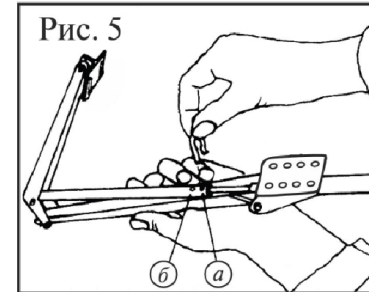
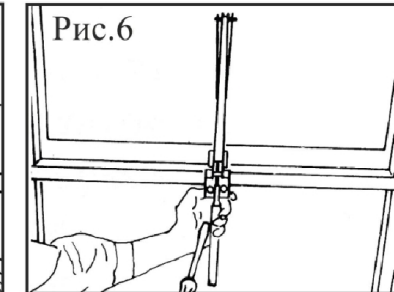

Рис. 5
Рис. 6
отверстия в штоке и толкателе должны совместиться (см.рис.5).
4. Измерьте расстояние, на которое будет открываться ваше окно. Если расстояние более 42 см., — вставьте Шплинт (5) в отверстие «а» в штоке и толкателе (см. рис.5)
5. Если требуемое расстояние открытия форточки между Шплинт (5) в отверстие «б» в штоке
6. Теперь выкрутите Цилиндр (1) из Держателя цилиндра (2), но не вынимайте Цилиндр полностью. Шток (3) и Толкатель (4) оставьте собранными.
7. Шурупами прикрутите уголок (9) к раме теплицы (см. рис.6). В деревянной теплице уголок прикручивается на шурупах прямо в раму.
8. Прикрутите уголок (6) к раме окна, окно должно быть в закрытом положении (см. рис.6.).
9. Откройте окно. Вкрутите Цилиндр (1) в Держатель цилиндра (2), приблизительно до середины своей резьбы. После освободите окно. Закручивая/откручивая Цилиндр (1) Вы можете плавно регулировать начало открывания/высоту открывания окна. По часовой стрелке более раннее/более высокое открытие. Против часовой стрелки более позднее/более низкое открытие. Один полный оборот соответствует приблизительно 0,5°C. Смажьте резьбу и шток цилиндра и все подвижные части машинным маслом перед сборкой. Проверьте наличие смазки в течении всего летнего сезона.